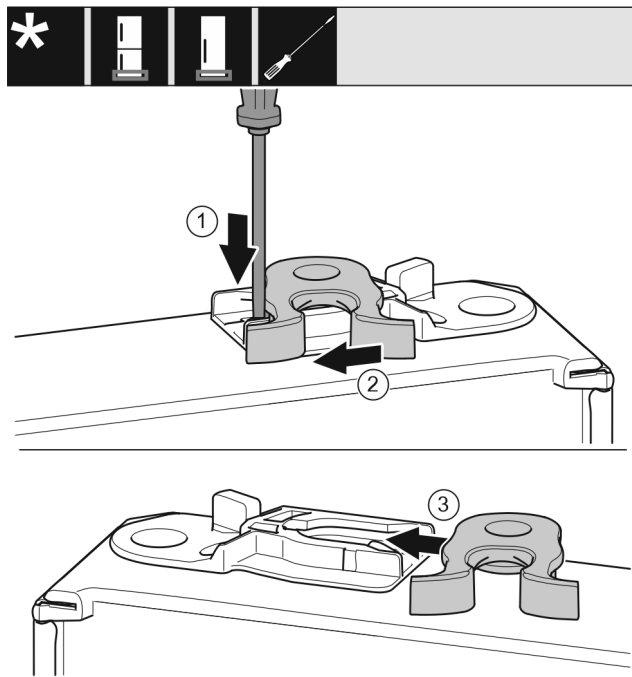

Fig. 18
- ▶ Plochým šroubovákem přitlačte lamelu dolů. Fig. 18 (1)
- ▶ Vytáhněte petlici z vedení. Fig. 18 (2)
- ▶ Petlici zasuňte do vedení na druhé straně. Fig. 18 (3)